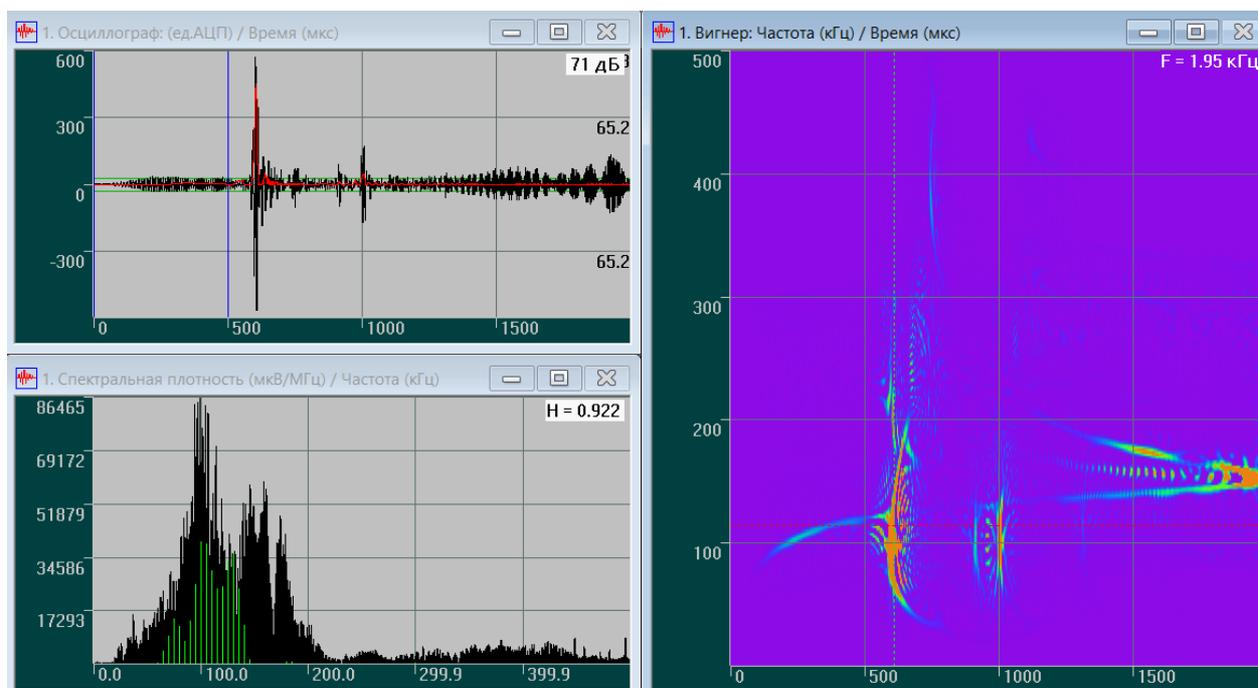

Рис. 16.4. Сечения спектрограммы
- ◇ Для просмотра полученных сечений необходимо подвести курсор мыши к полю соответствующего окна, нажать правую кнопку мыши и вызвать контекстное меню, в котором выбрать команду **Показать сечения**. Эта команда доступна только в том случае, когда заданы параметры сечений в диалоговом окне **Настройка сечений**. После этого на осциллограмме и спектре будут показаны соответствующие сечения (рис. 16.4).